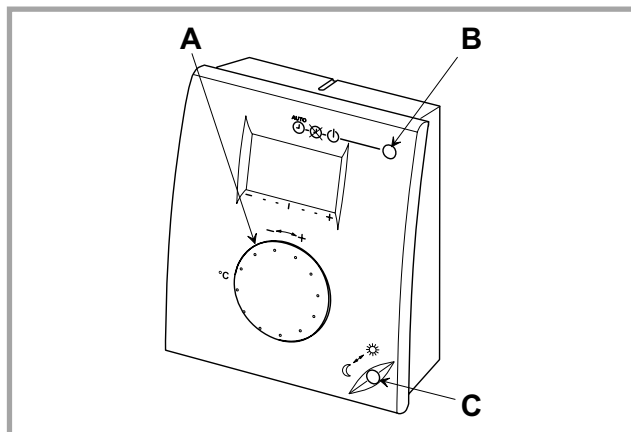

Fig. 38 - Sonde d'ambiance
- Si la correction est inférieure à 3 °C, agir soit sur le bouton de correction (A, fig. 38) de la sonde d'ambiance, soit sur la valeur de consigne normale du régulateur (rep. 6 et 12, fig. 37).